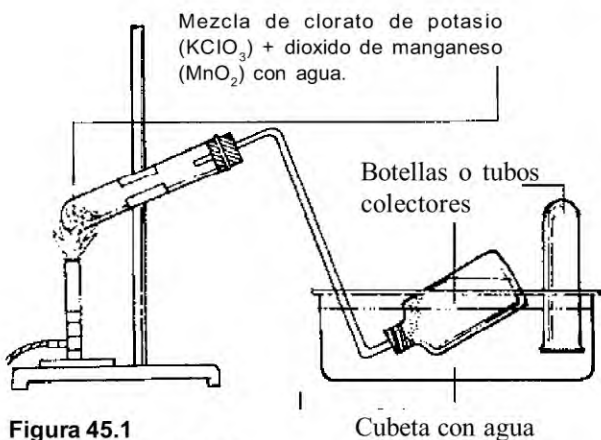

Figura 45.1
1.-Llene tres botellas con oxígeno, obtenido por descomposición del clorato de potasio en presencia de bióxido de manganeso. Para esto tome 10 g de clorato y 1 g de bióxido en un tubo de ensayo. Haga el montaje mostrado en la Figura 45.1. Caliente suavemente y recoja el oxígeno por desplazamiento de agua. Deje unos 10 cm^3 de agua en cada botella, no la deje salir toda. Retire las botellas de la cuba a medida que las necesite y tápe-las con un vidrio plano.